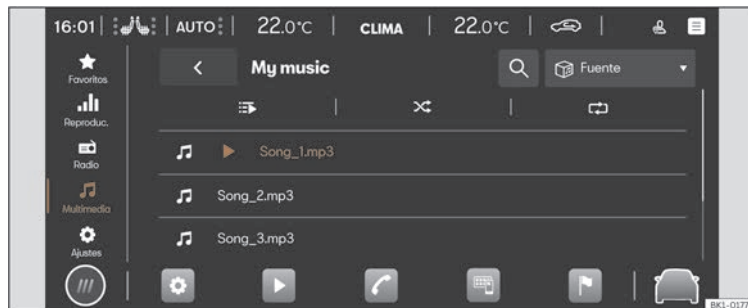

Fig. 164 Representació esquemàtica: Vista Multimedia.
- Premeu **HOME** > ► > **fig. 164**.